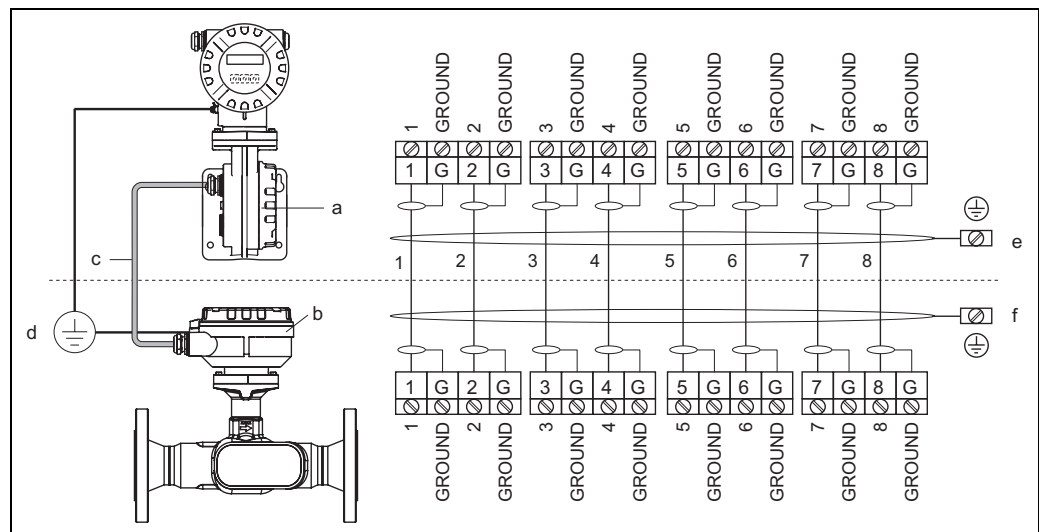

Abb. 13: Anschluss der Getrenntausführung
- Die Getrenntausführung ist zu erden. Messaufnehmer und -umformer müssen dabei am gleichen Potentialausgleich (s. Abb. 13, d) angeschlossen werden.
3. Messaufnehmer und -umformer gemäß elektrischem Anschlussplan verdrahten: s. Abb. 13 oder Anschlussbild im Deckel des Anschlussklemmenraums.